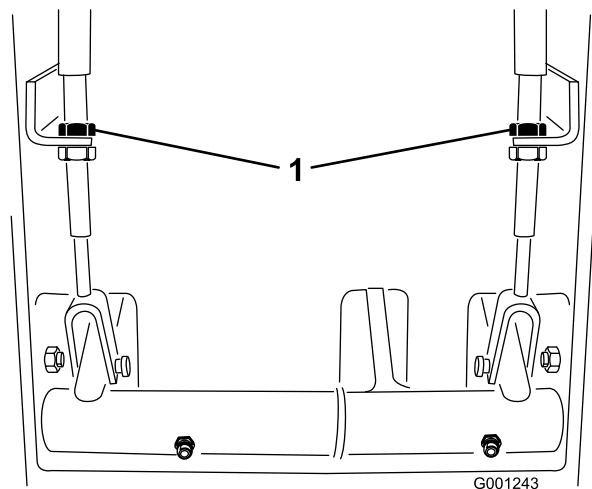

Figura 62
2. Para reducir la holgura de los pedales de freno, apriete los frenos aflojando la tuerca delantera del extremo roscado del cable de freno (Figura 62). Luego apriete la tuerca trasera para mover el cable hacia atrás hasta que los pedales de freno tengan una holgura de 13 a 25 mm.